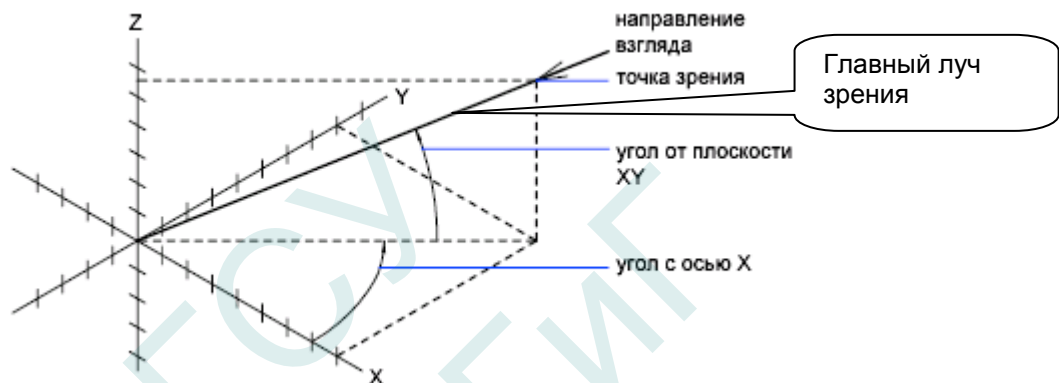

Рис.2.6 Параллельное проецирование.
горизонтальную проекцию модели, пока не изменит точку зрения наблюдателя, т.е. положение глаза пользователя относительно моделируемого объекта (рис. 2.6).
- параллельное (точка зрения в бесконечности, проецирующие лучи взаимопараллельны, главный луч зрения ориентирован на точку начала координат $0,0,0$) (рис. 2.6);
- двумя углами, определяющими положение главного луча зрения относительно координатных осей и плоскостей: угол между лучом зрения, проведенным из точки зрения в начало текущей системы координат и плоскостью XOY и угол между проекцией луча зрения на плоскость XOY и осью OX (рис. 2.6).